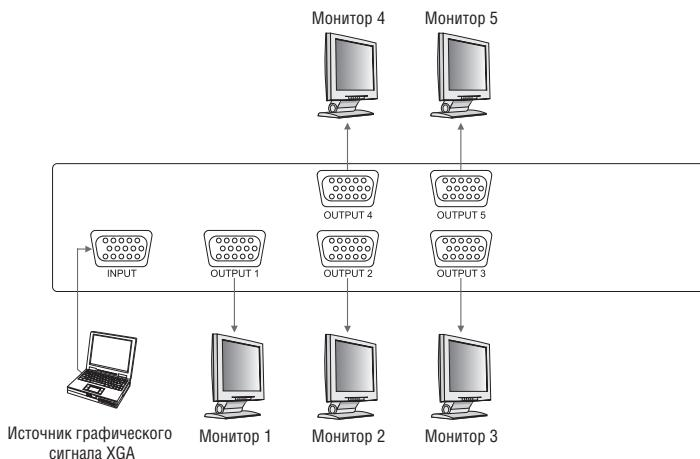

Рис. 5. Использование VP-5xI с пятью мониторами
Подключение источников и приемников сигнала, аналогичное для всех моделей усилителей-распределителей, иллюстрируется на примере **VP-5x1** (рис. 5).
4. Присоедините сетевой шнур² (не показан на рис. 5).